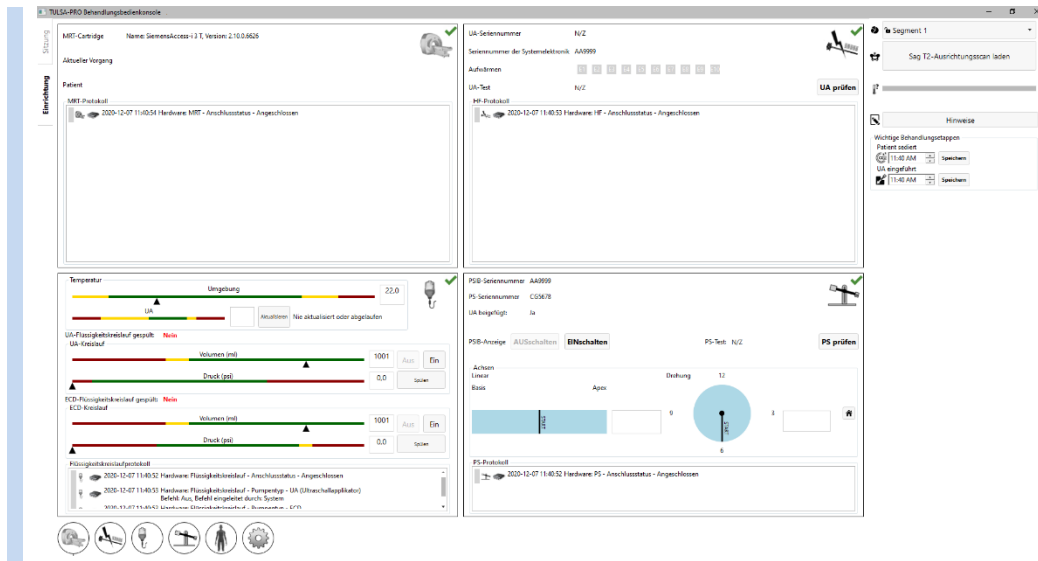
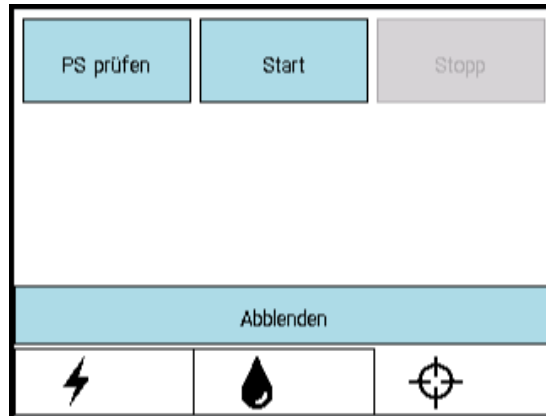
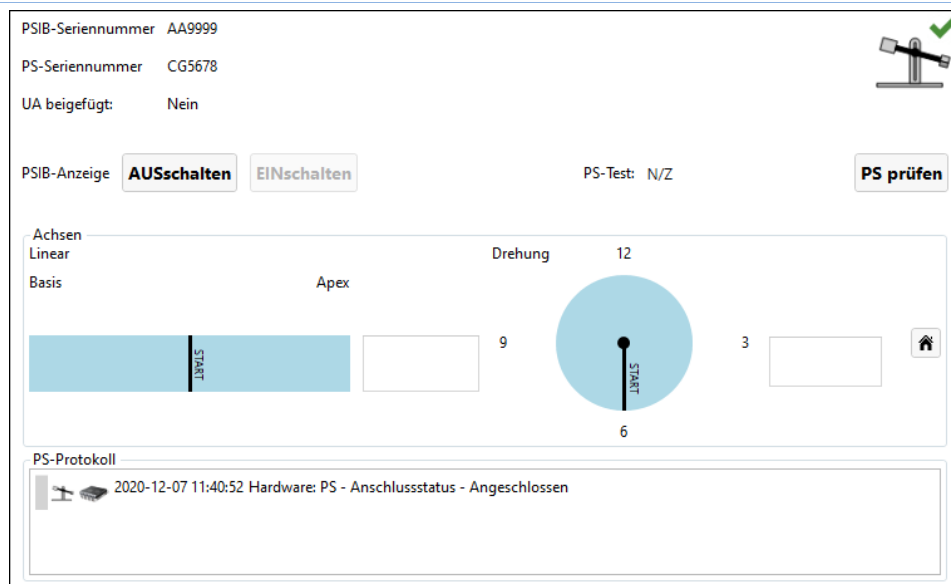

Abbildung 24: Arbeitsbereich „Einrichtung“ der TDC-Software
Abbildung 39: PSIB-Anzeige – Registerkarte „PS“
Abbildung 40: PS-Informationsbox im Arbeitsbereich „Einrichtung“
2. Nach Auswahl von **Neue Sitzung** gelangen Sie in den Arbeitsbereich **Einrichtung** (Abbildung 24), in dem Sie vor dem Fortfahren kontrollieren können, ob alle Geräte ordnungsgemäß funktionieren.
Klicken Sie in der PSIB-Anzeige auf **PS prüfen** (Abbildung 39). (Dies kann auch über den Arbeitsbereich TDC *Einrichtung* (Abbildung 24) in der PS-Informationsbox im rechten unteren Quadranten erfolgen (Abbildung 40).)